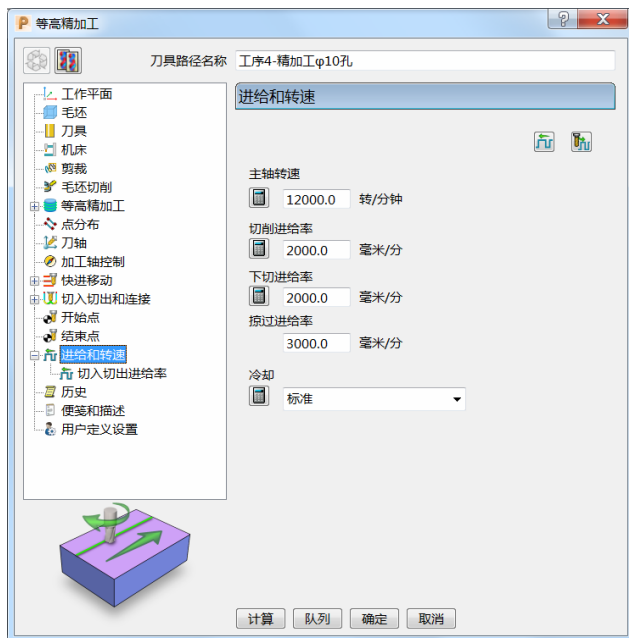
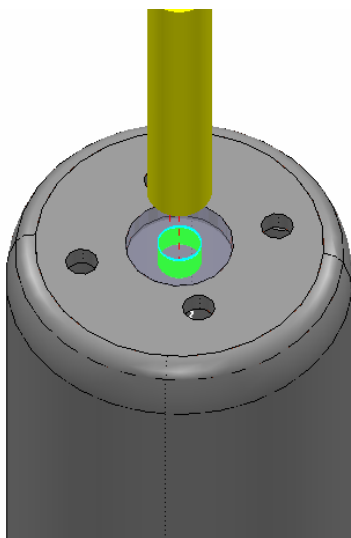

图 2-29
图 2-30
9) 进给和转速: 设定主轴转速 12000.0r/min、切削进给率 2000.0mm/min、下切进给率 2000.0mm/min、掠过进给率 3000.0mm/min, 标准冷却。(图 2-29)
10) 单击图 2-29 中的“计算”按钮, 刀具路径如图 2-30 所示。